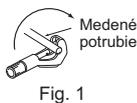

Fig. 1
- Odtoková hadica by mala smerovať nadol pre ľahší odtok. (Fig. 1)
- Spojte chladivové potrubie a odtokovú hadicu dokopy a potom od konca pevne aplikujte pletenú pásku (4). Šírka prekrytia pletenej pásky (4) by mala byť 1/3 šírky pásky. Koniec pletenej pásky (4) oviňte obvazom.
- Vytiahnite odtokovú zátku na pravej zadnej strane interiérovej jednotky. (Fig. 1)
- Medené potrubie správne odrežte rezačkou potrubí. (Fig. 1, 2)